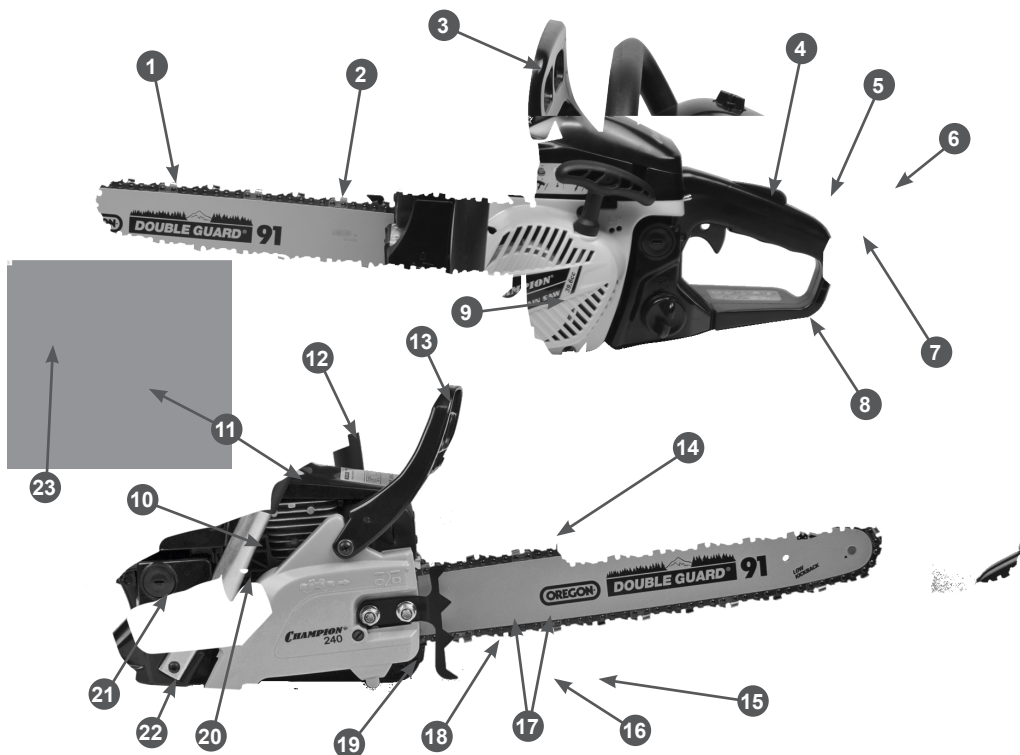

Рис. 1 Основные узлы и органы управления
Основные узлы и органы управления представлены на Рис.1.
2. Открутите гайки крепления 17 и снимите крышку шины 19 (Рис. 1).
- Вращая винт шестерни натяжителя цепи 18 (Рис. 1) против часовой стрелки, установите палец натяжителя в крайнее левое положение. Установите на место крышку шины.
Установите зубчатый упор 15 (Рис. 1) на крышку шины.